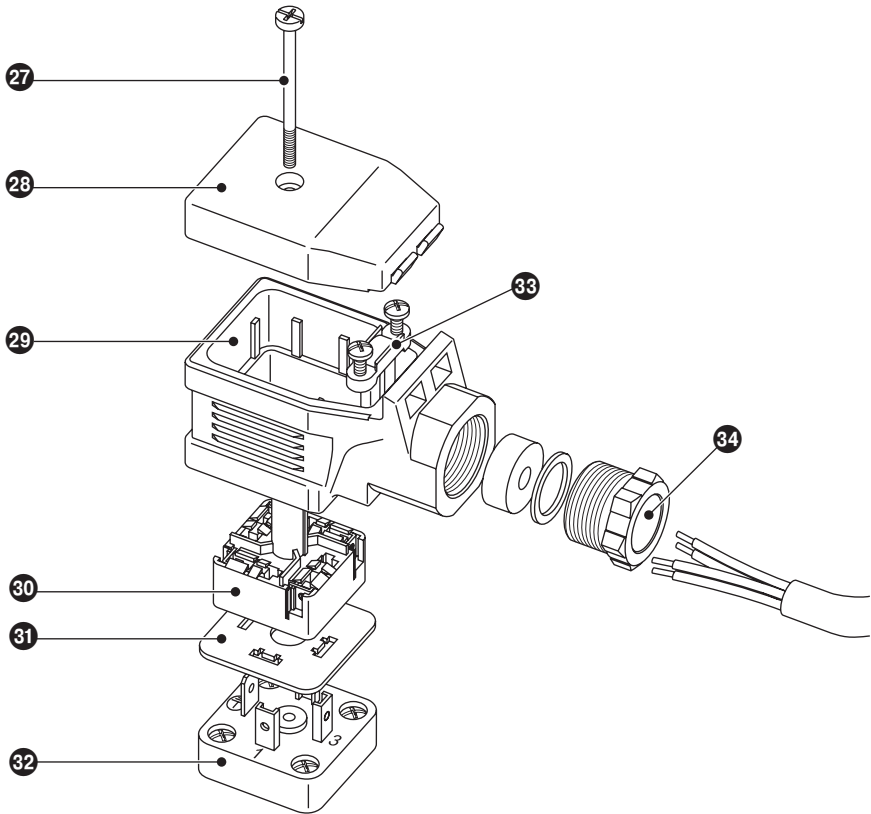

Fig. 22
1. Loosen screw **27**. **Fig. 22**